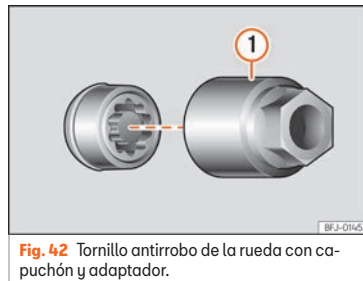

Fig. 42 Tornillo antirrobo de la rueda con capuchón y adaptador.
- Encaje el adaptador especial » fig. 42 ① (herramienta de a bordo) » pág. 49) en el tornillo antirrobo de la rueda hasta el tope.